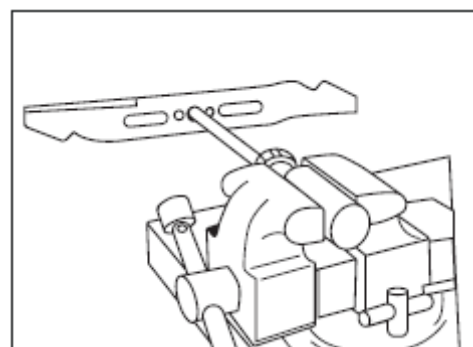

Fig. 18
- La cuchilla estará equilibrada cuando ninguno de los extremos se hunda (véase la fig. 18).